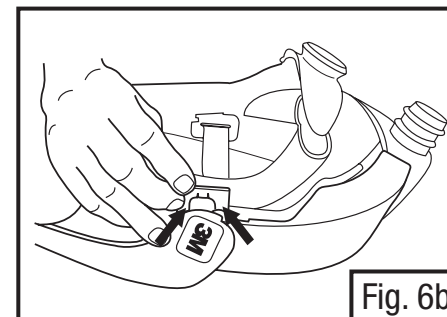

Fig. 6b
- Con el casco hacia abajo y el marco del visor en la posición superior (abierto), jale los clips de resorte metálicos (hacia el interior del casco) hasta que toquen la placa posterior. Jale hacia fuera para quitar. Use una herramienta si es necesario. Quite el marco del Casco Serie M (Fig. 6b).